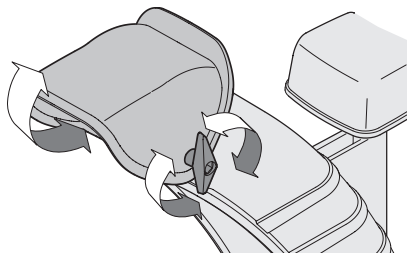

Figura 2-37
1. Afloje la perilla de aletas que está en el costado izquierdo del conjunto del canal. Consulte Figura 2-37.